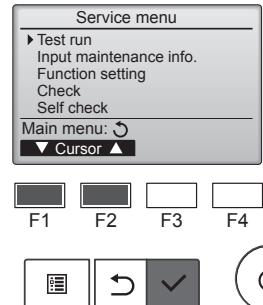

Fig. 7-1
- Vælg "Test run" (testkørsel) fra Service menu (servicemenu), og tryk på knappen [VÆLG]. (Fig. 7-1)